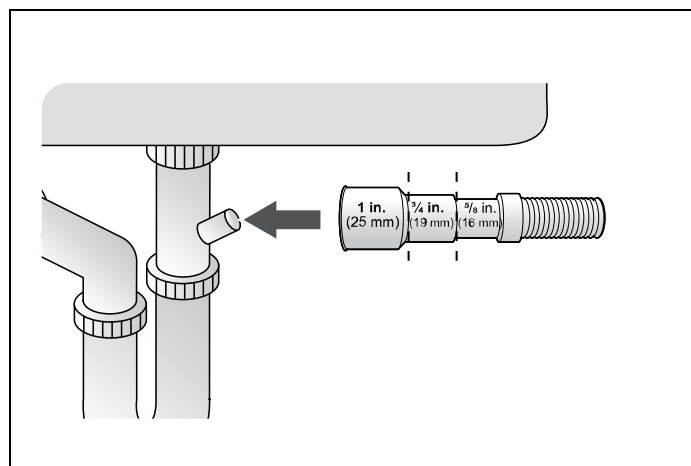

Fig. 18
- 3) Vérifiez la taille du raccord du tuyau de vidange de l'évier. Si nécessaire, coupez le tuyau de vidange de manière à ce que son extrémité s'adapte au connecteur de l'évier (5/8", 3/4" ou 1" - comme illustré dans la Fig. 18 ). Si l'extrémité du tuyau de vidange ne s'adapte pas au raccord du tuyau de vidange de l'évier, procurez-vous un adaptateur auprès d'un magasin de plomberie ou de quincaillerie.